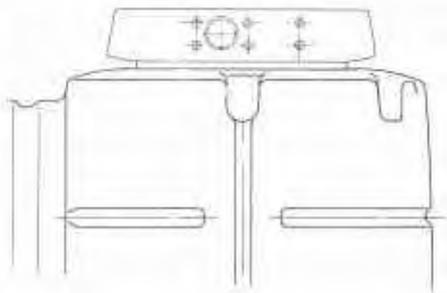

Abb. 35
Für die Injektorbefestigung sind im Befüllraum serienmäßig Bohrungen Abb. 35 (mit Blindstopfen verschlossen) vorhanden. Der Injektor mit eingeschraubten Stehbolzen wird mit Dichtscheiben (523) und Mutter (522) am Befüllraum montiert (Abb. 36). Im Bausatz befinden sich zwei verschiedene Düsen für den Injektor, die entsprechend der Pumpenleistung montiert werden müssen.